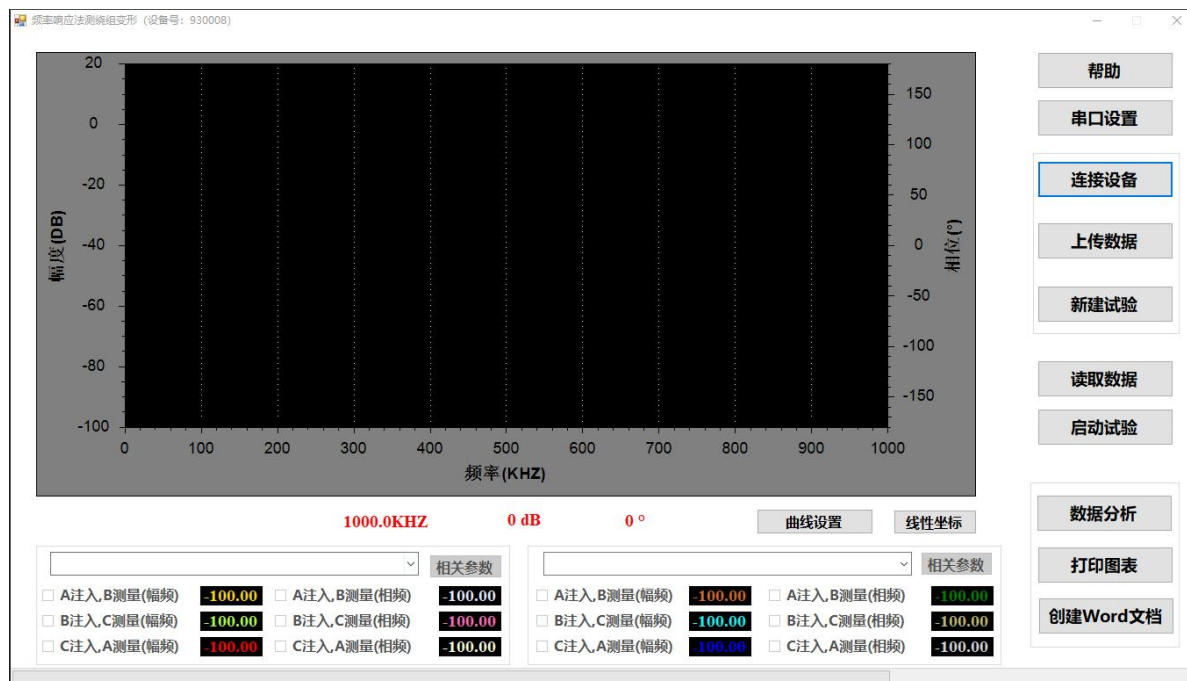

图 4.8 仪器连接成功界面
(1) 图 4.8 点击“新建试验”，弹出“参数设置”界面，新建一个空白文件，